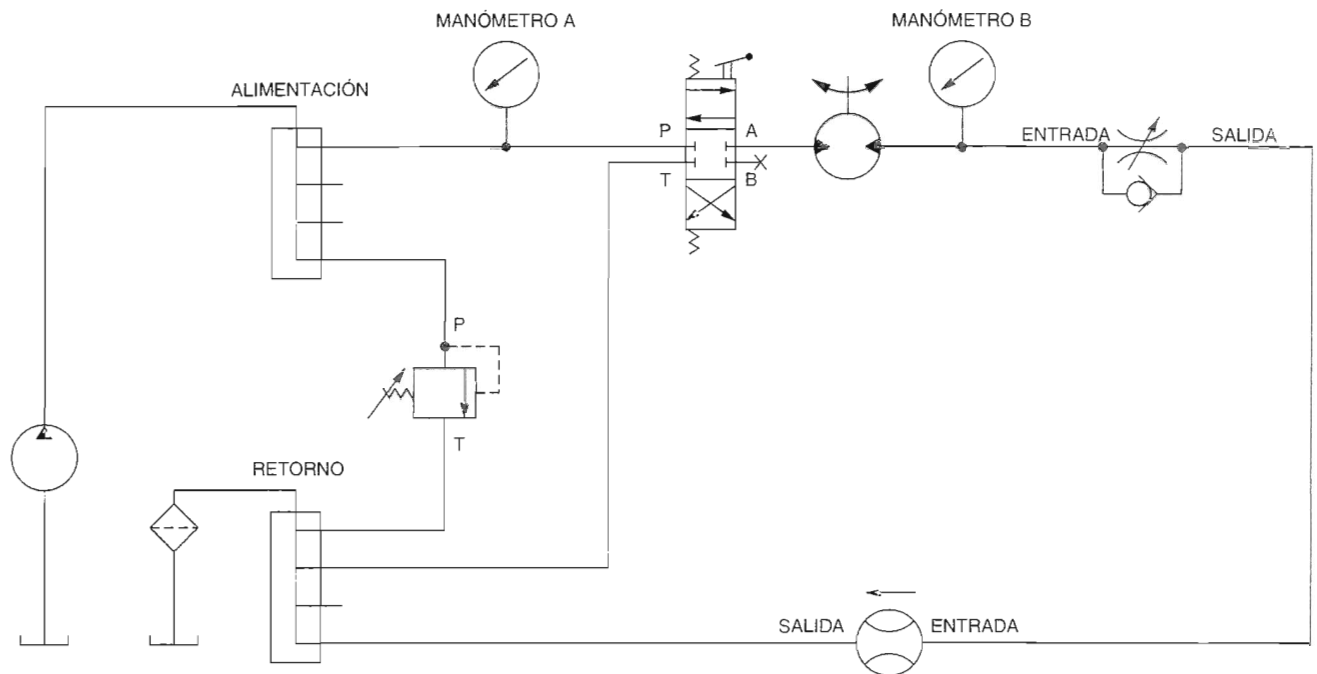

Figura 4-11. Diagrama esquemático del circuito utilizado para probar la operación del motor.
- ☐ 20. Asegúrese de que su circuito esté conectado como se muestra en la Figura 4-11. En esta parte del ejercicio, demostrará que la presión de la entrada del motor aumentará si la carga mecánica aplicada al motor aumenta.